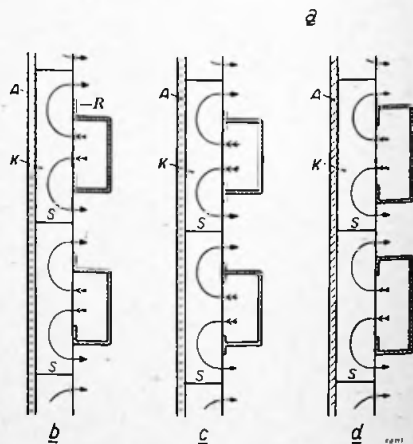

Fig. 6 (B), (C), (D)
Fig. 6 (A) Luchtverdeler waar in de anode A met de langsribben K is geplaatst. De lucht wordt van links en rechts aan het eerste, derde, vijfde,.... compartiment toegevoerd, stroomt tussen de ribben door naar de tussengelegen compartimenten en verlaat deze in voor- en achterwaartse richting. R is opstaande rand ter geleiding van de verticale luchtstroom tussen de ribben door.